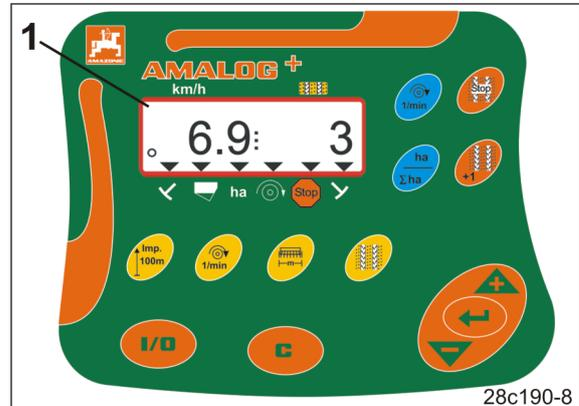

Fig. 3
Exemple (Fig. 3/6)
- Figure 3
Le terminal de commande possède un écran à 6 caractères (Fig. 3/1).